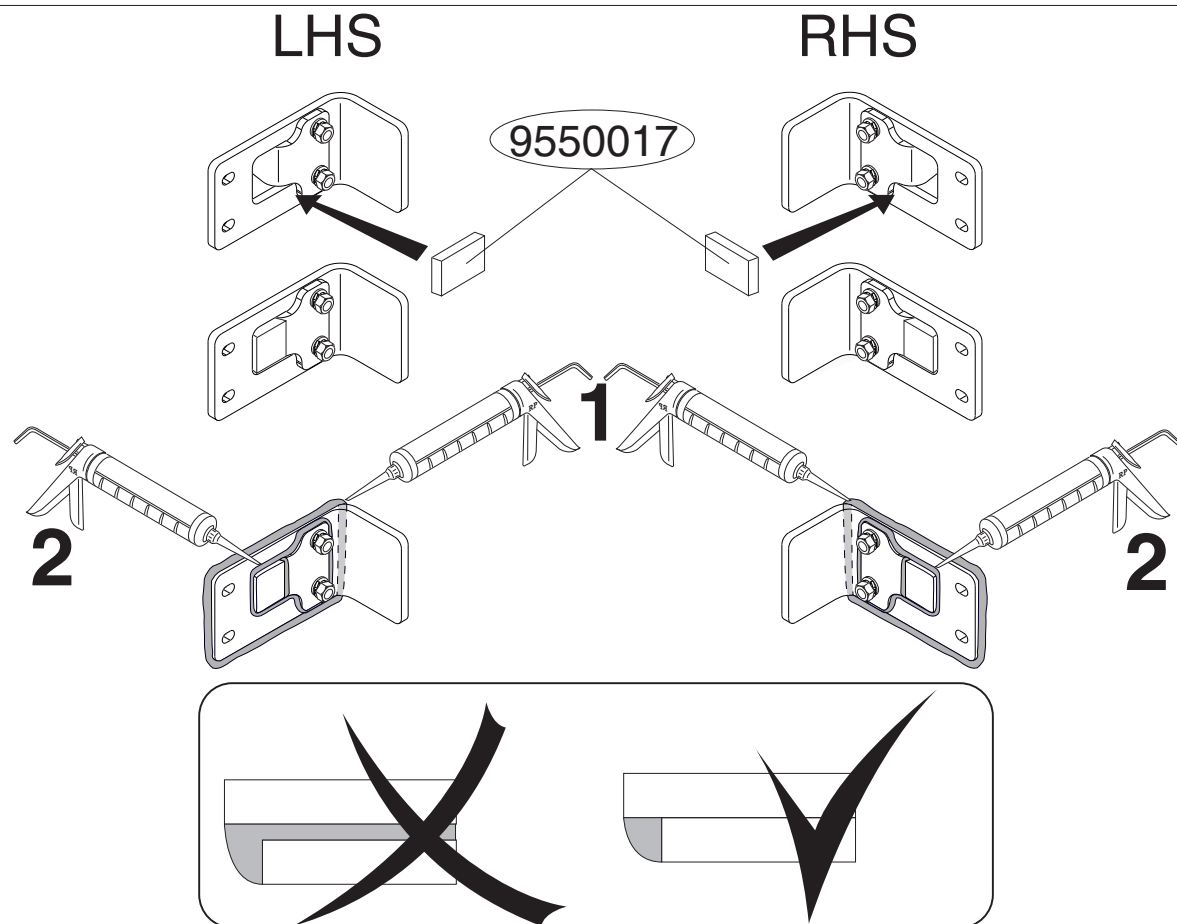

Fig. 2
10. Colocar ambos bloques de espuma PE para tapar y sellar con pegamento las partes indicadas (véase la fig. 2).
10. Usare i due blocchi di polistirolo espanso come isolante e fissarli applicando un collante sulle superfici indicate (vedi fig. 2).
10. Umieść cić obydwa klocki styropianowe jako uszczelnienie i wypełnić kitem wskazane części (patrz rys. 2).